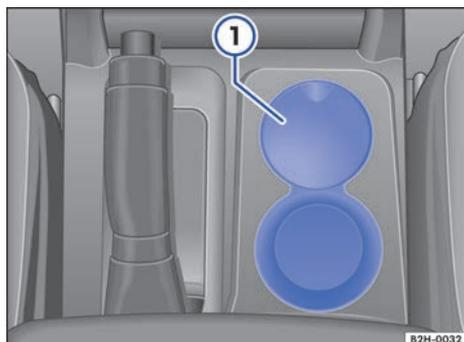

Fig. 141 En la consola central: cenicero.
- Extraiga el cenicero \Rightarrow fig. 141  y vacíelo.